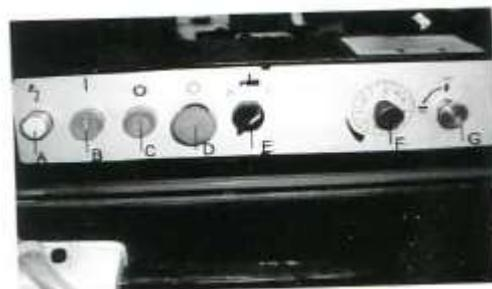

Рис. 3
2. Станок запускается нажатием кнопки пуска (B). Рис.3. И он будет продолжать работать до тех пор, пока рычаг пилы не окажется в нижнем положении в конце разреза или пока не будет нажата кнопка остановки (C).